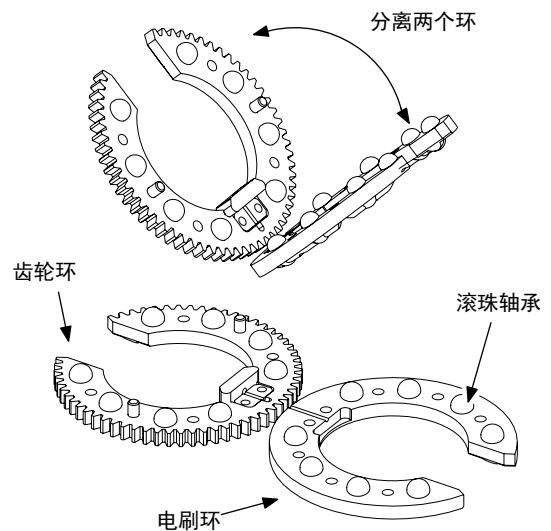

图 40 从电刷环上拆下齿轮环
3. 把齿轮环与电刷环完全分离, 如图 40 所示。把两个环平放在工作台面上。